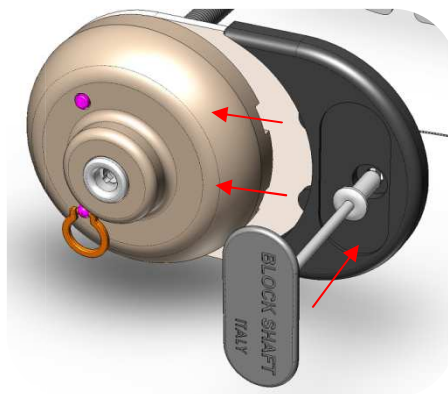

Fig.19
A completamento del montaggio applicare il cover in plastica. Inserire le due linguette al di sotto della corazza e infine applicare nell'apposito foro centrale il rivetto da 5mm (fig.19). Il rivetto sarà mascherato dalla gemma adesiva che si inserisce nell'apposita sede.
**Verificare in particolare che il cono/riscontro non interferisca con il portellone durante lo scorrimento in apertura (fig.19).**